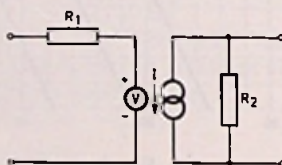

Fig.14
- e. Voor een transistor wordt vaak een vervangschema gebruikt als in fig. 14 is getekend. Bepaal voor de hier bedoelde transistor in bovenstaande schakeling de grootte van  $R_1$ ,  $R_2$ , de e.m.k. van de spanningsbron  $V$  en de stroom van de stroombron  $I$ .